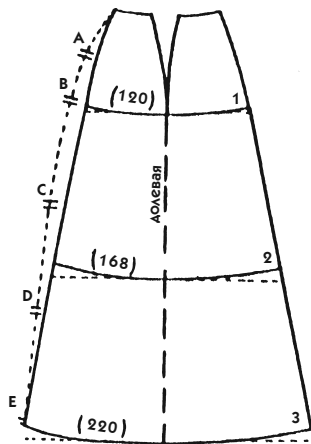

Рис. 787
1. **Лекало для длинной нижней юбки.** Проведите вертикальную линию, соответствующую длине юбки. Она совпадает с направлением долевой нити и серединой детали (рис. 787).
1. Проведите одну горизонтальную линию, соответствующую линии талии, другую — для низа юбки и третью на 20 см ниже линии бедер (пунктирные линии на рис. 787).
- Разделите эту величину на количество деталей ( $120 : 4 = 30$  см) и распределите ее по обе стороны от долевой по линии 1 (рис. 787).
8. Замените пунктирные горизонтальные линии слегка изогнутыми сплошными линиями (см. рис. 787) в соответствии с объяснениями, данными для юбки на рис. 294.
9. **Лекало для длинной пышной нижней юбки.** Пунктирная линия, прерываемая пятью двойными засечками от А до Е (рис. 787), дает представление о модели пышной юбки, выполненной из тяжелой ткани.
- Исправьте лекало, затем измерьте размеры каждой линии, по которой пройдет обруч, и затем перенесите их на лекало (цифры в скобках на рис. 787).
Небольшая прибавка по талии необходима, особенно если модель содержит обруч А, как на пунктирном примере рис. 787, потому что в этом случае отверстие на талии ограничено уровнем этого обруча.